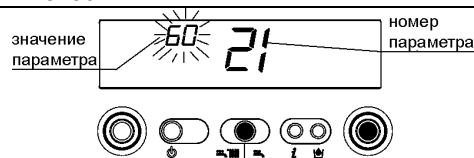

Рис. 57
- Нажмите кнопку ENTER, чтобы перейти к изменению значения данного параметра. При нажатии кнопки ENTER, на дисплее начнет мигать значение параметра, установленное ранее (рис. 57).